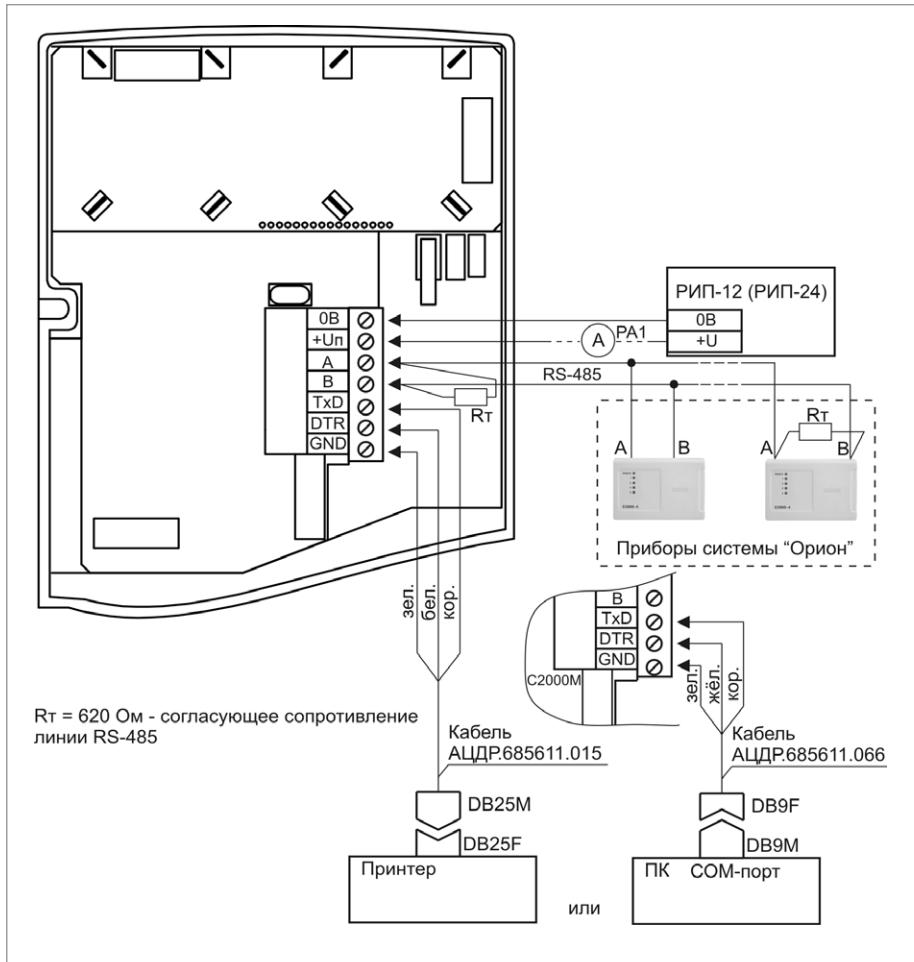

Рисунок 3.
- 3.2. Подключение соединительных линий производите в соответствии с проектной документацией и схемой на рис. 3 – для пульта «С2000М», на рис. 4 – для пульта «С2000».